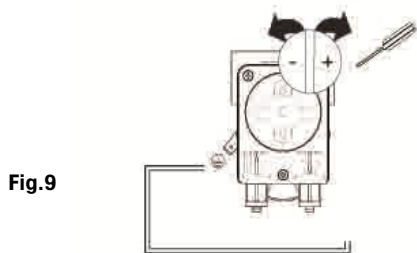

Fig.9
- 2- Ouvrir en vissant en sens horaire jusqu'à le réglage va joindre la quantité nécessaire. (Fig.9)